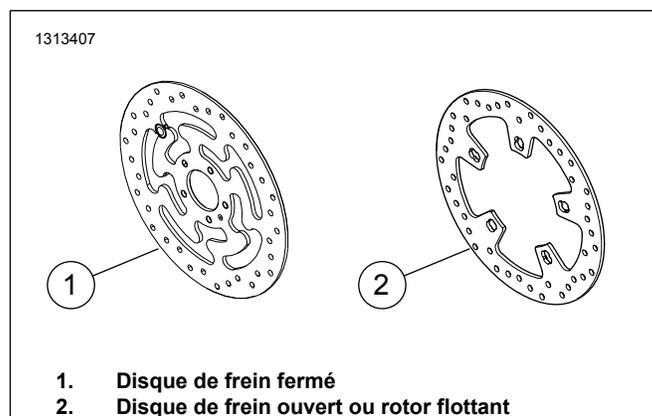

Figure 1. Style de disque de frein avant
- Vis de disque de frein (consultez Figure 1 et Tableau 1)
- Le nettoyant Chrome Clean & Shine (93600031 (US) / 93600082 (International))
- L'étanchéifiant Glaze Poly Sealant (93600026 (US) / 93600079 (International))
- Le nettoyant Wheel & Tire Cleaner (93600024 (US) / 93600076 (International))